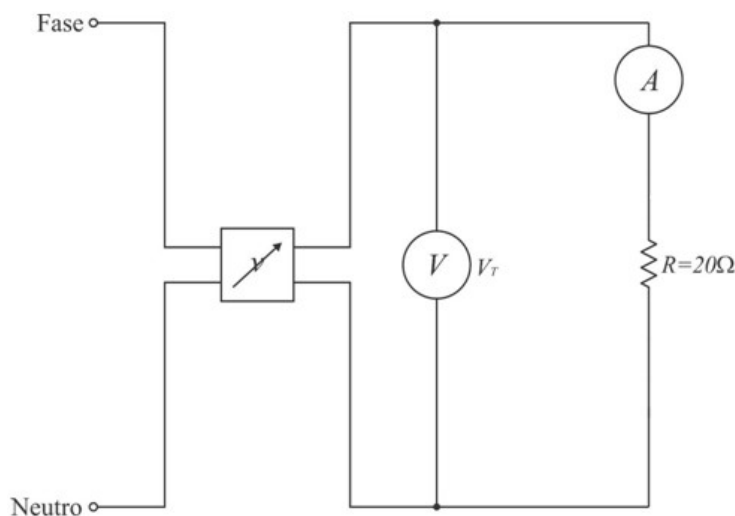

Figura 3.1
3.1- Monte um circuito resistivo utilizando o resistor do painel B e o varivolt da bancada (como indicado na **Figura 3.1**). Aplique uma tensão na saída do varivolt de forma que o resistor suporte a potência fornecida a ele e que seja possível medir os valores de corrente e tensão (utilizando os instrumentos de medição do painel) no mesmo. Preencha a **Tabela 3.1** e comente os resultados obtidos.